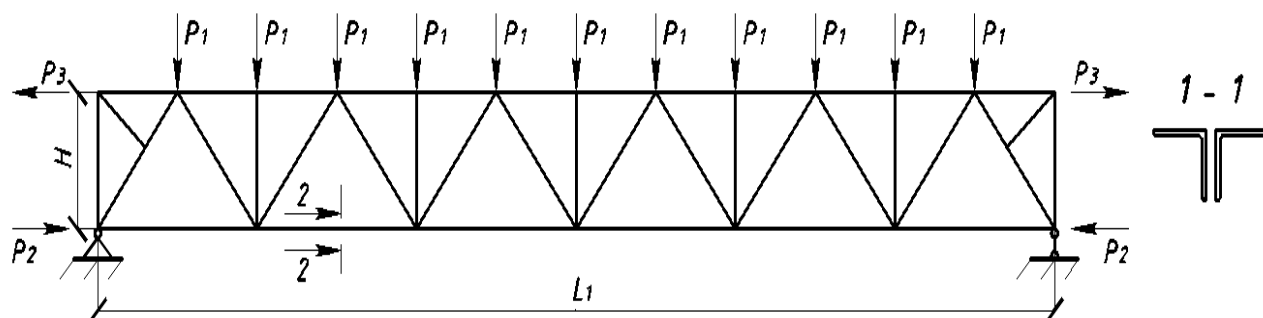

Рисунок 2.1 - Расчетная схема к лабораторной работе №3
- создать геометрию плоской стропильной фермы (рис.2.1) используя прототип SCAD;